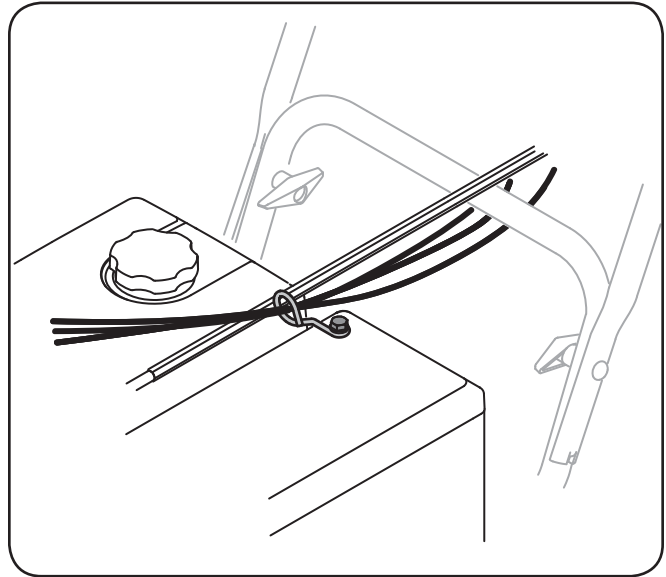

Figura 3-9
- Controle que todos los cables estén adecuadamente dirigidos a través de la guía de cables de la parte superior del motor. Vea la Figura 3-9.